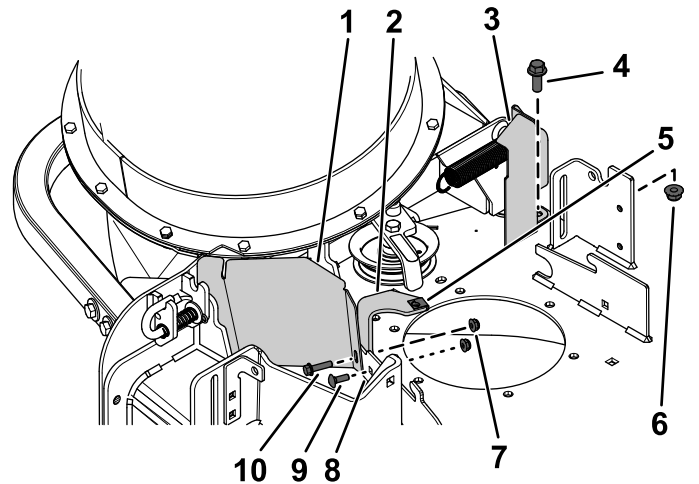

Bild 6
1. Fluchten Sie die Löcher der CE-Riemenscheiben-Schutzvorrichtung mit dem Loch in der vorderen Ablenblech-Halterung und dem äußeren Loch im vorderen Mähwerkflansch aus (Bild 6).
2. Fluchten Sie die Halterung der CE-Riemenabdeckung (sofern nicht zuvor installiert) mit den Löchern an der Rückseite des vorderen Mähwerkflansches aus (Bild 6).
3. Befestigen Sie die CE-Riemenscheiben-Schutzvorrichtung und die Halterung der Riemenabdeckung mit einer Sechskantschraube (1/4" x 1") und einer Sicherungsmutter (1/4") im äußeren Loch des vorderen Mähwerkflansches, wie in Bild 6 dargestellt.
4. Befestigen Sie die Halterung der Riemenabdeckung am vorderen Mähwerkflansch am inneren Loch mit einer Schlossschraube (1/4" x 3/4") und einer Sicherungsmutter (1/4"), wie in Bild 6 dargestellt.
1 von Entfernen der Befestigungshalterung für die Abdeckung (Seite 5) entfernt haben, siehe Bild 6.
6. Fluchten Sie die Klippmutter mit dem Loch oben in der Halterung der CE-Riemenabdeckung aus und drücken Sie die Klippmutter auf die Halterung (Bild 6).
7. Befestigen Sie die hintere Schutzvorrichtung mit einer Sechskantschraube (3/8" x 1") und einer Bundmutter (3/8") lose am Mähwerk, wie in Bild 6 dargestellt.